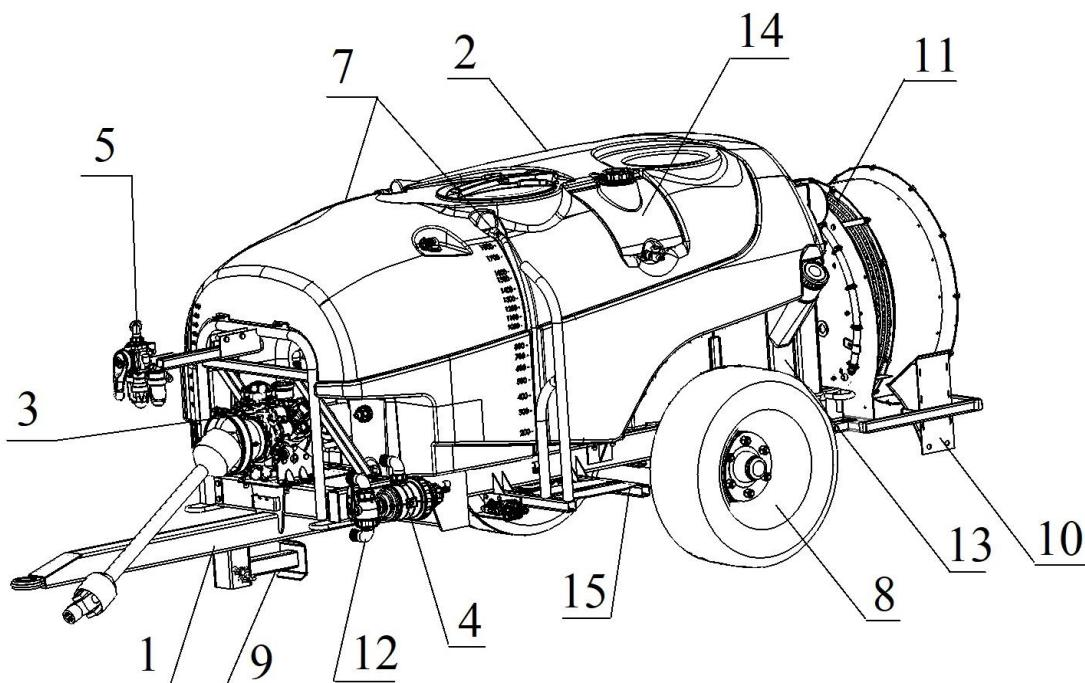
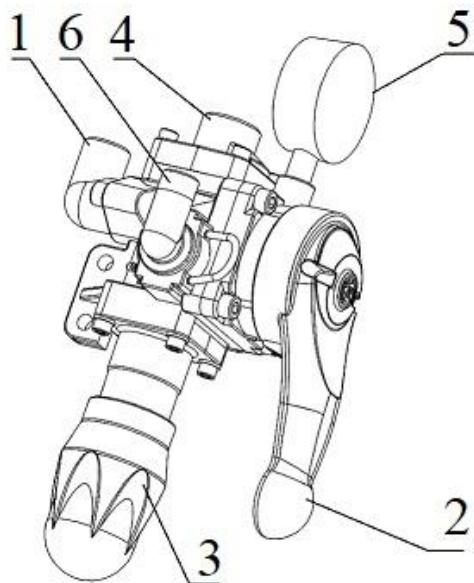

Рис. 1. Опрыскиватель ОПСВ-2000Р.
Рис. 3. Регулятор давления.
Опрыскиватель состоит из рамы 1 (рис. 1, 1а), бака для рабочей жидкости 2, мембранный-поршневого насоса 3, регулятора 5 давления жидкости в системе нагнетания, фильтра 4 линии всасывания. Рама оборудована подножкой 9. На раме с помощью болтового соединения устанавливается вентиляторная приставка 11, состоящая из осевого вентилятора 17, воздухораспределителя 16 и узлов распыла 20. Привод вентилятора можно отключить с помощью рукоятки 19.
Трехходовой кран 12 (рис. 1), обеспечивает переключение следующих режимов работы опрыскивателя: «Рабочий режим», «Промывка системы».
11 – вентиляторная приставка (рис. 1б); 12 – трехходовой кран; 13 – бак дополнительный; 14 – бак для мытья рук; 15 – подножка.
Рис. 1а. Опрыскиватель ОПСВ-2200К.
10 – упоры; 11 – вентиляторная приставка (рис. 1в).
Рис. 1б. Приставка вентиляторная для ОПСВ-2000Р.
16 – кожух; 17 – вентилятор осевой; 18 – коллектор линии нагнетания; 19 – рукоятка включения привода вентилятора; 20 – узел распыла (рис. 1г).
Рис. 1в. Приставка вентиляторная для ОПСВ-2200К.
Рис. 1г. Узел распыла.
Регулятор расхода жидкости (рис. 3) представляет собой конструкцию, состоящую из крана 2, рукоятки регулировки давления 3, секций 6 распределения жидкости.
Основными рабочими органами опрыскивателя являются распылители. На данной модели опрыскивателя используются износостойкие двухпозиционные узлы распыла (рис. 1г), состоящие из корпуса 21, прикрепляемого к коллектору нагнетания, двух керамических распылителей 25 и 26 различной производительности, смонтированных на поворотном корпусе 22. Распылители образуют факел в виде полого конуса с углом при вершине 80°. При отключении привода насоса отсечной клапан 23 предотвращает вылив рабочей жидкости из гидрокоммуникаций.
При включении ВОМ трактора поток мощности передается на вал насоса и входной вал вентиляторной приставки (вал насоса – сквозной). При установке рукоятки включения вентилятора в «Нейтральное» положение, вентилятор не вращается. Жидкость засасывается из бака 2 (рис. 1) через фильтр 4 и подается к регулятору давления 5, который сбрасывает часть жидкости обратно в бак, а остальную направляет к рабочим органам. Давление жидкости изменяется вращением рукоятки 3 (рис. 3). Отключить подачу жидкости к распылителям можно с помощью рукоятки 2 главного крана. Для включения в работу вентилятора необходимо отключить привод ВОМ и перевести рукоятку привода в рабочее положение. Вентилятор оснащен обгонной муфтой.
5.2.3. Повернуть рукоятку 2 главного крана регулятора давления (рис. 3) в положение «Закрыто» (слив жидкости от насоса в бак). Рукоятку 3 регулировки давления вращать против часовой стрелки до упора.
5.2.6. Включить привод ВОМ. Повернуть рукоятку 2 главного крана регулятора давления (рис. 3) в положение «Открыто». Вращением рукоятки 3 увеличить давление в системе нагнетания до 3,5 МПа.